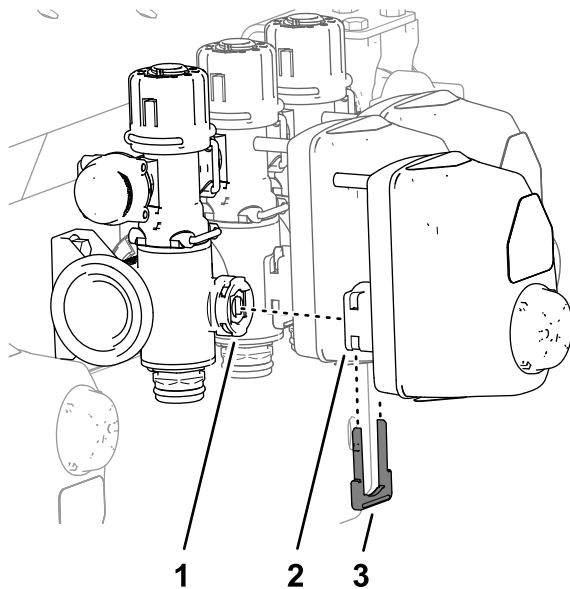
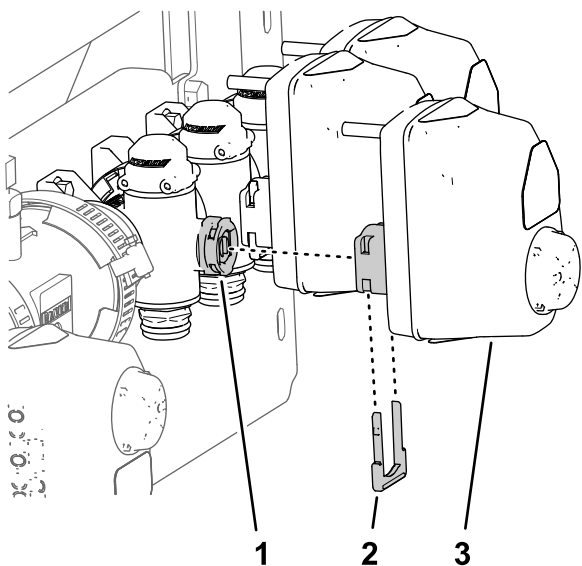

Figure 39
Figure 42
8. Alignez le coupleur que vous venez de déposer de l'actionneur de la vanne de (Figure 39) sur l'orifice de pointeau de la vanne du collecteur.
9. Fixez l'actionneur de la vanne de section sur la vanne du collecteur à l'aide de l'étrier retiré précédemment (Figure 39), comme montré à la Figure 42.